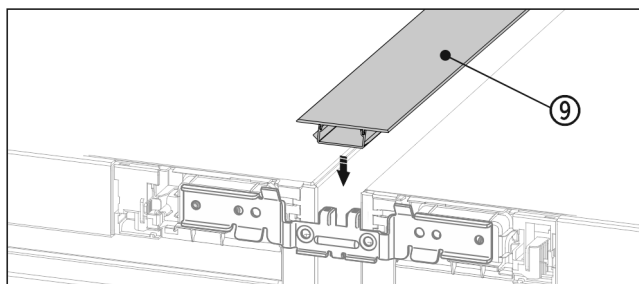

Fig. 20 *
► Në pjesën e sipërme, ngjishni shiritin mbulues Fig. 20 (9) të shkurtër në hapësirën horizontale.*